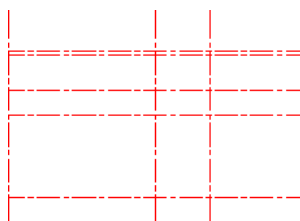

图 17.12.5 偏移其他网轴线
(2) 参照上一步，将竖直网轴线向右依次偏移 3150、5250，将水平轴线向上依次偏移 1400、4700、1400、2000、200，完成后的图形如图 17.12.5 所示。